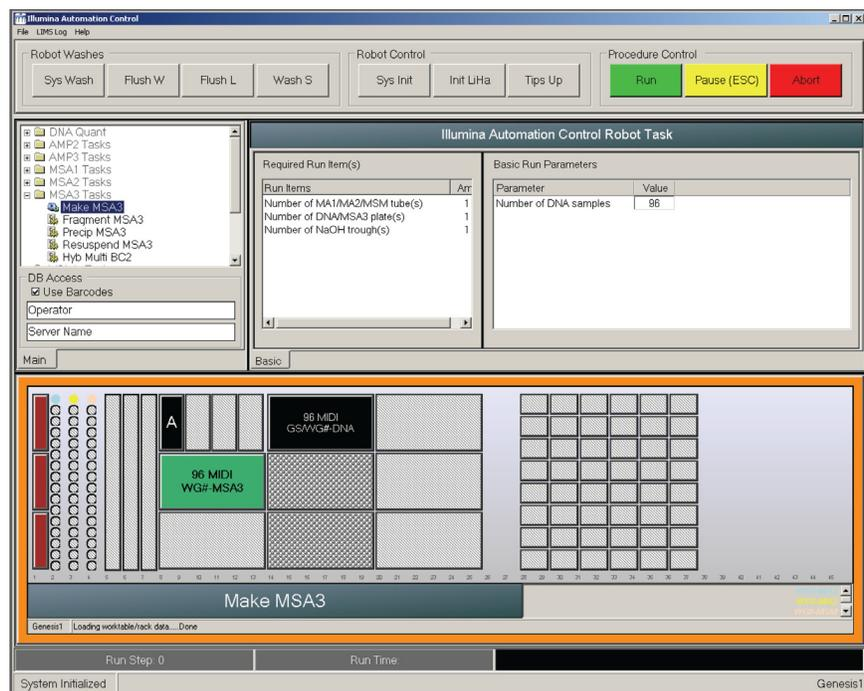

Рис. 111 Окно подготовки планшета MSA3
6. Влейте 15 мл NaOH в четвертичный резервуар, разместите резервуар на платформе робота в соответствии со схемой платформы (Рис. 111).
7. Поместите планшеты WG#-DNA и MSA3 на платформу робота в соответствии со схемой платформы (Рис. 111).